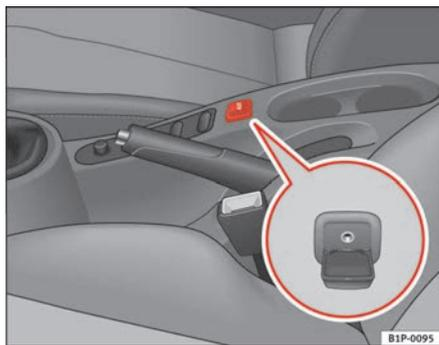

Fig. 102 Connecteur pour l'entrée auxiliaire audio
- Soulevez le couvercle AUX ⇒ fig. 102.